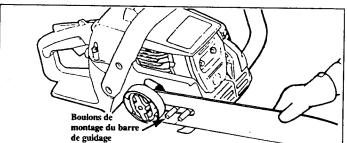

Figure 11
- Montez la barre de guidage avec l'extrémité à encoche sur les boulons de montage la barre de guidage. Figure 11.